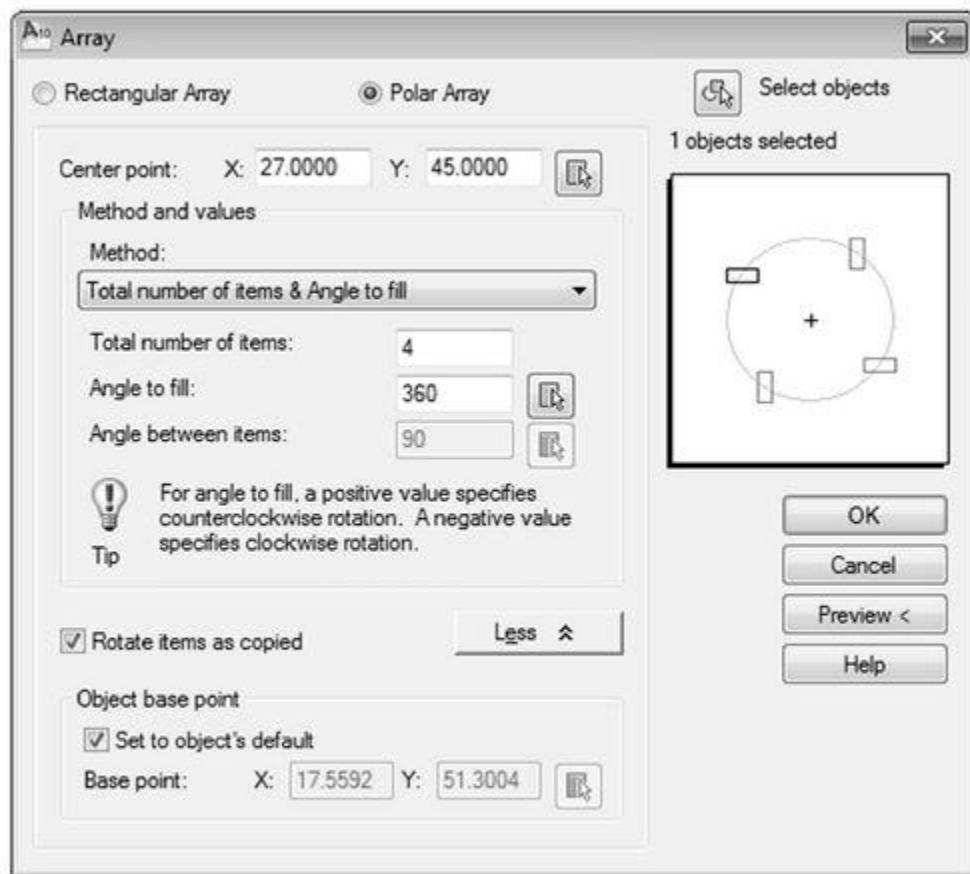

Рис. 8.16. Диалоговое окно *Array* при построении круговых массивов
В AutoCAD поддерживаются три различных способа построения кругового массива, отличающиеся между собой методом задания количества объектов в массиве и угла заполнения кругового массива объектами. Для выбора одного из них нужно в верхней части диалогового окна Array (Массив) (рис. 8.16) установить переключатель в положение Polar Array (Полярный массив), а затем в раскрывающемся списке Method (Метод) выбрать нужный метод.
1. Вызвать команду Array и в верхней части открывшегося диалогового окна (рис. 8.16) установить переключатель в положение Polar Array (Полярный массив), а затем в раскрывающемся списке Method (Метод) выбрать Total number of items & Angle to fill (Число и полный угол).
При использовании этого режима в разделе Method and values (Способ и значение) диалогового окна Array (Массив) (рис. 8.16) становится активным поле Angle between items (Угол между объектами), а поле Angle to fill (Угол заполнения массива) – наоборот, недоступным.